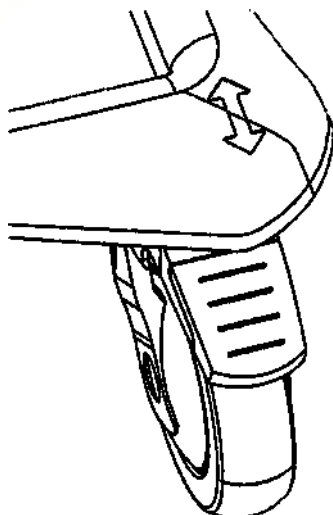

Рис. 3.2. Защелка ролика тележки AirSeal iCart
Перед перемещением тележки iCart убедитесь, что ролики свободно вращаются, а закрывание защелок роликов (рис. 3.2) блокирует движение. Не используйте тележку iCart, если ролики не блокируются или не разблокируются.
- 4.3 (Необязательно) Заблокируйте защелки роликов (рис. 3.2), чтобы тележка не двигалась. Отрегулируйте по высоте корзины для хранения и стойки для баллонов.